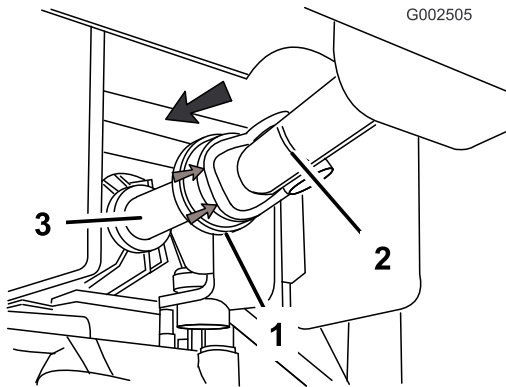

Figura 23
- Tire hacia atrás de la cubierta de goma de la parte delantera del árbol de la toma de fuerza (Figura 23).
- Instale el eje motor en el árbol de salida de la toma de fuerza (Figura 23).